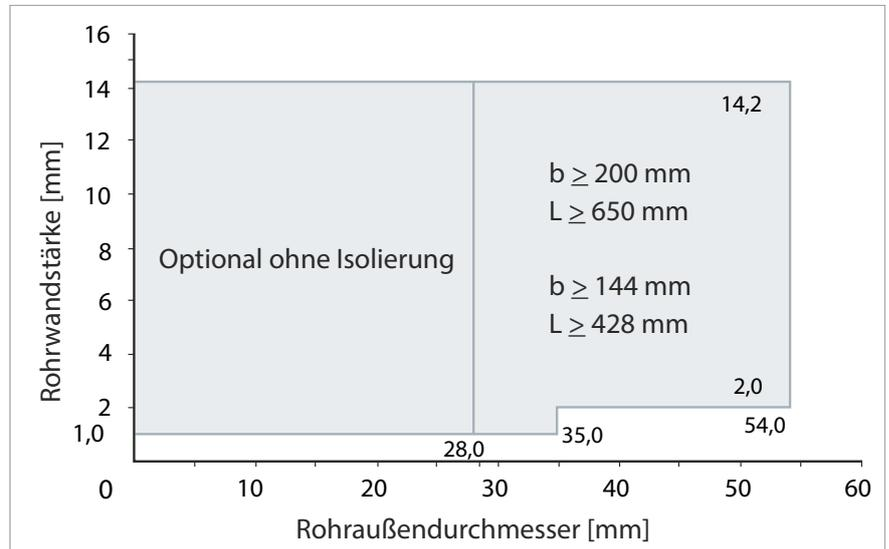

Abb. 4: Isolierungslängen bei nicht brennbaren Rohren
- Zulässig sind Rohre aus Kupfer, Stahl, Edelstahl und Gusseisen bis zu einem Außendurchmesser von 54 mm, die Nennrohrwandstärken gemäß Abb. 4 sind einzuhalten.
- Lokale Isolierungen (Isolierung nur im Schottbereich), die in der Abschottung unterbrochen sind (LI) bzw. die durch die Abschottung geführt werden (LS), müssen aus Mineralwolle mit einer Mindestdichte von 90 kg/m³ bestehen. Die Isolierungsstärke muss 30 mm betragen.
- Streckenisolierungen (Isolierung über die gesamte Rohrleitungslänge), die in der Abschottung unterbrochen sind (CI) bzw. die durch die Abschottung geführt werden (CS), müssen aus Mineralwolle mit einer Mindestdichte von 90 kg/m³ bestehen. Die Isolierungsstärke muss mind. 30 mm betragen.